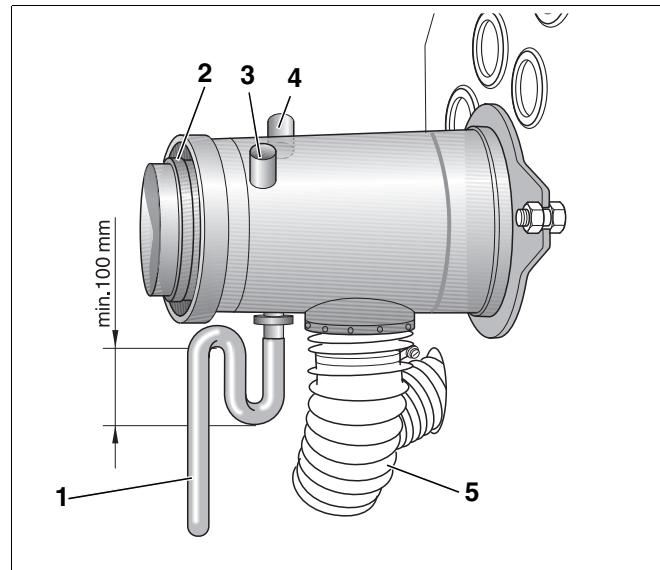
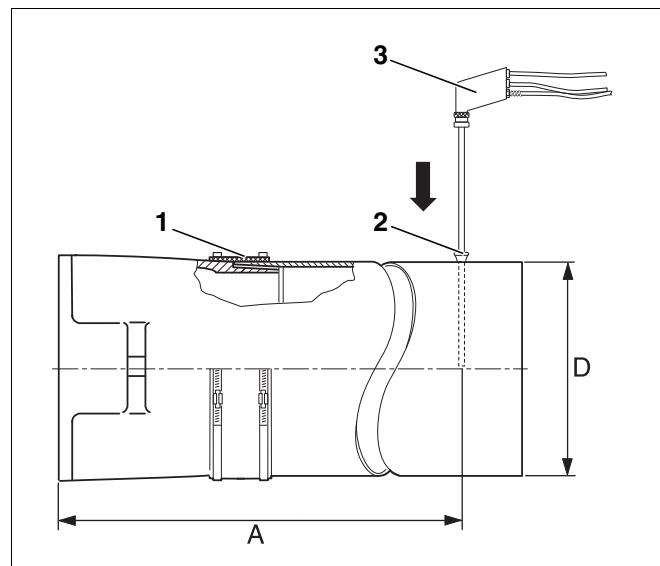

Рис. 14 Соединительный штуцер концентрической дымовой трубы
Рис. 15 Проведение замеров
Замеры осуществляются на присоединительном участке дымовой трубы (Рис. 15, стр. 19) или на штуцере концентрической дымовой трубы (Рис. 14).
Отверстие для замеров (муфта; Рис. 15, поз. 2) должно находиться на расстоянии "A" (примерно 2 диаметра дымовой трубы "D") от патрубка дымовых газов (Рис. 15). Если сразу после отопительного котла установлено колено для соединения с системой отвода дымовых газов, то замеры нужно производить до этого колена.
Мы рекомендуем установить уплотнительную манжету (Рис. 15, поз. 1) для соединения котла с дымовой трубой.
- Опустить измерительный зонд (Рис. 15, поз. 3) в центр потока (середина трубы), здесь дымовые газы имеют наивысшую температуру.